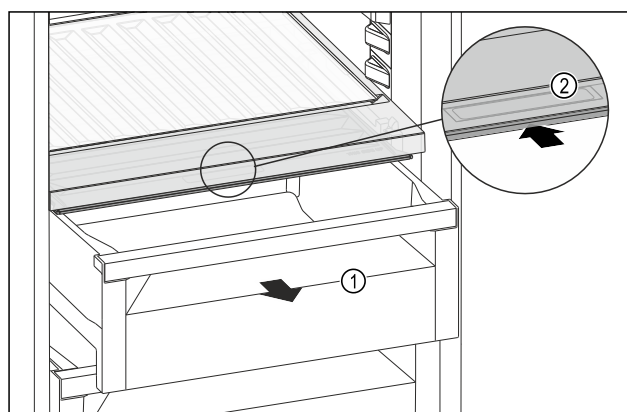

Fig. 207
- Extrageți sertarul Fig. 207 (1).
- Prindeți mânerul încastat Fig. 207 (2) de la capacul compartimentului și glisați concomitent capacul compartimentului spre partea posterioară.